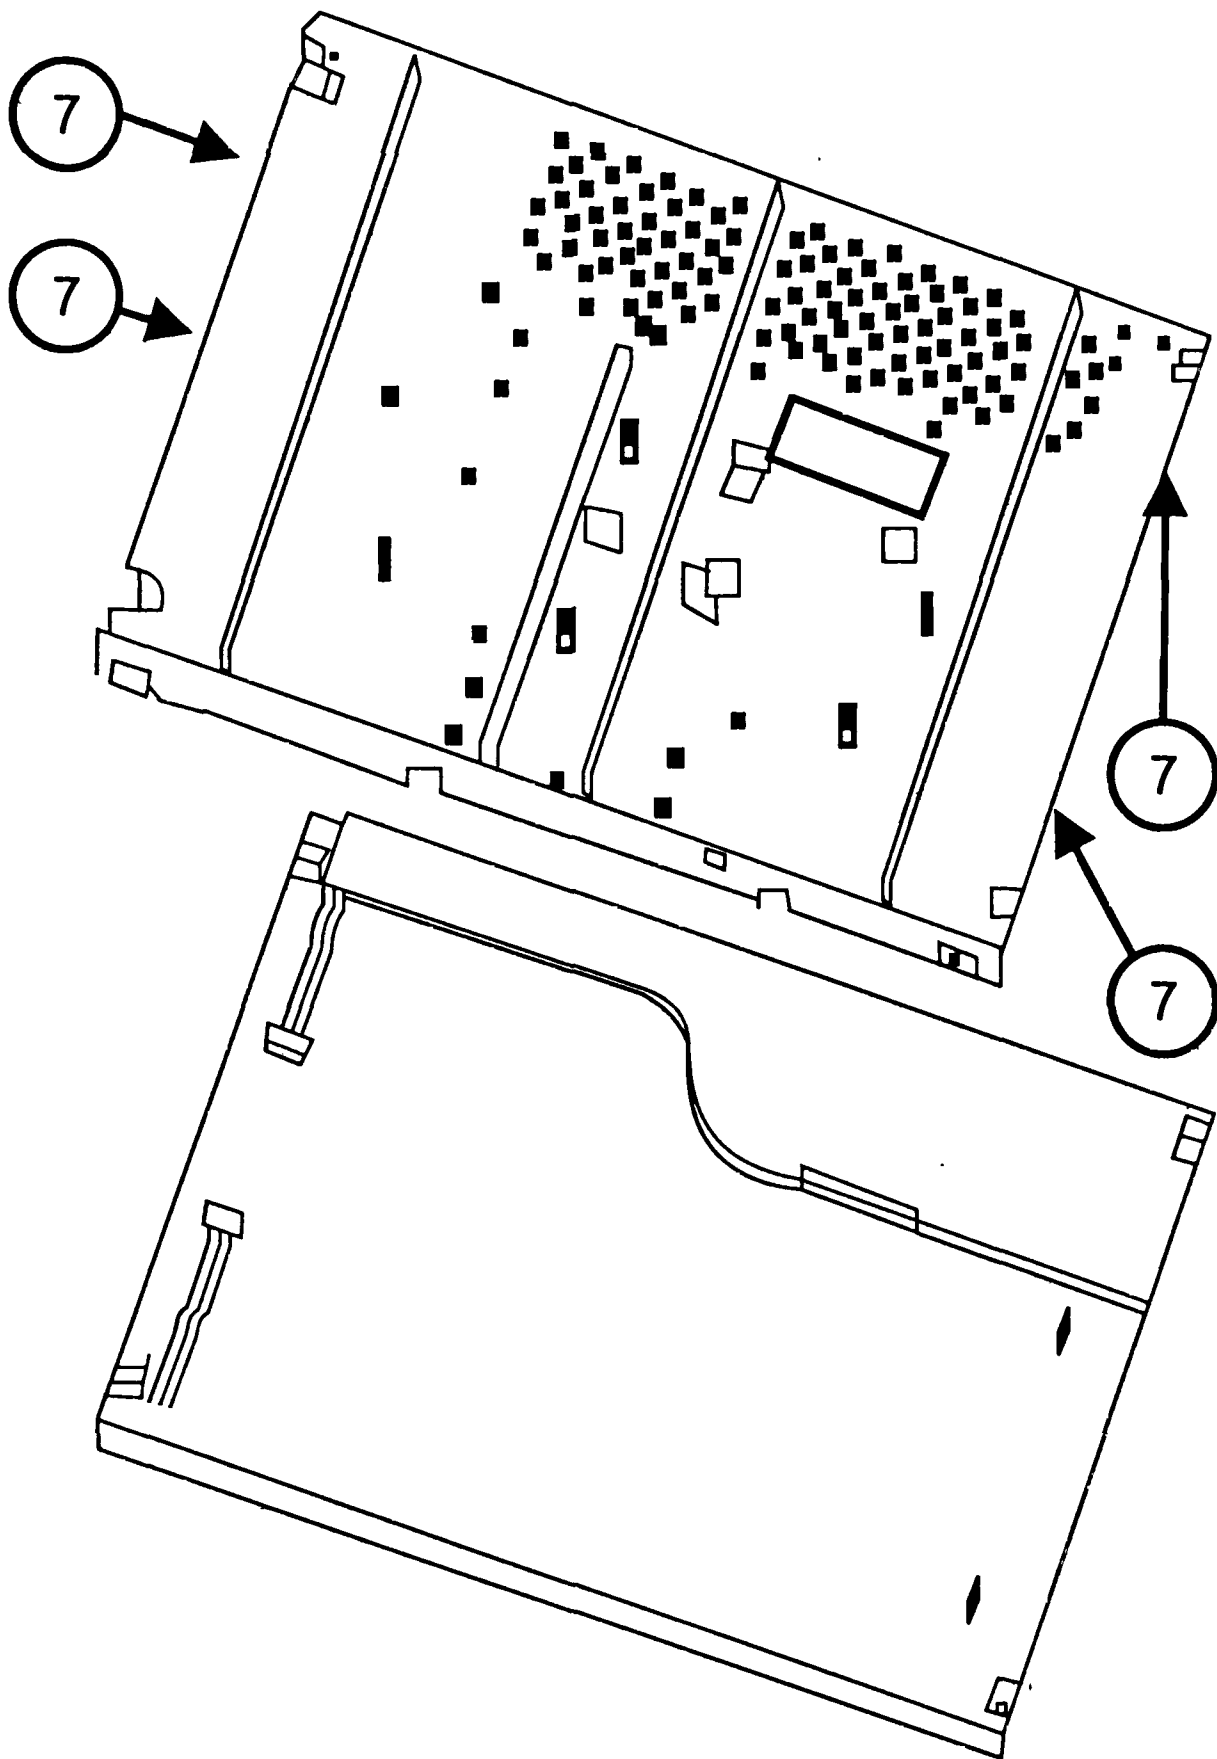

Рис. 2.6
8. Выкручивают четыре винта 7 (рис. 2.6) и снимают LCD-панель.